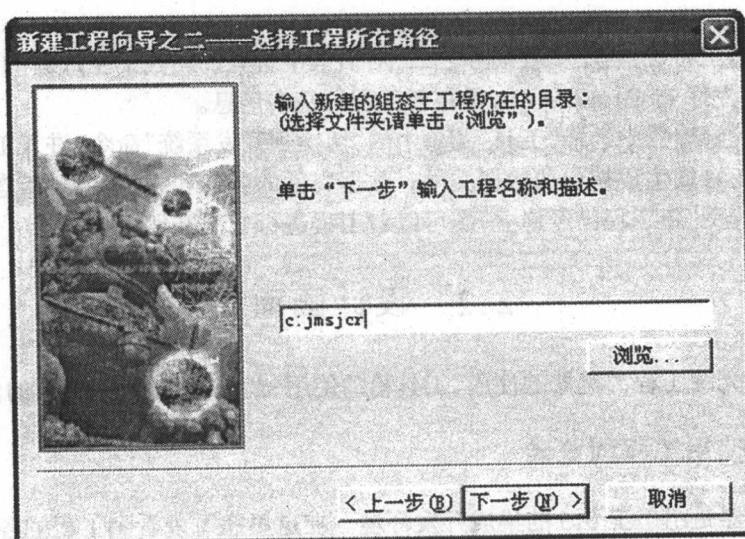
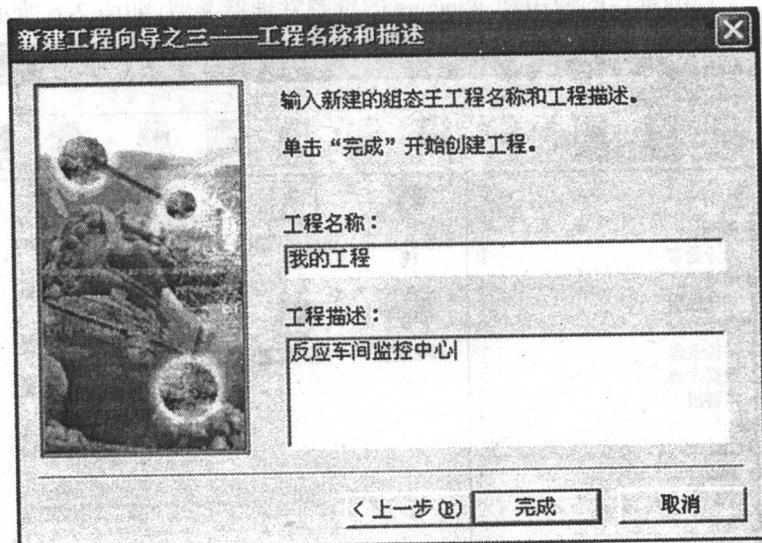

图 2.3 新建工程向导之二对话框
图 2.4 新建工程向导之三对话框
- (2) 单击“下一步”按钮,弹出“新建工程向导之二”对话框,如图 2.3 所示。
- (3) 单击“浏览”按钮,选择新建工程的存储路径。
- (4) 单击“下一步”按钮,弹出“新建工程向导之三”对话框,如图 2.4 所示。